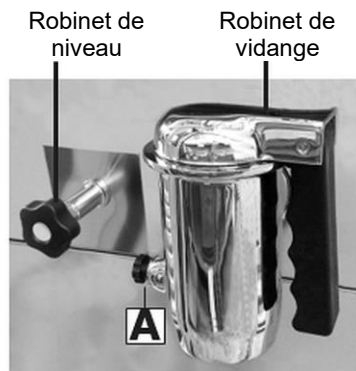
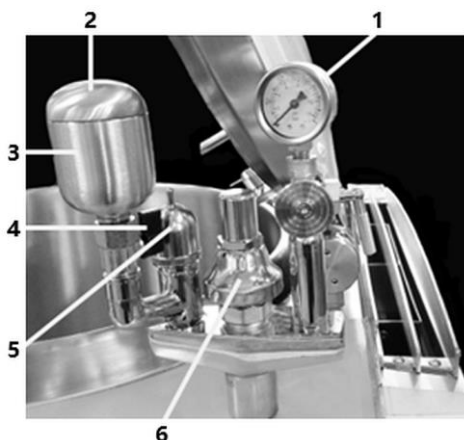

Fig. 13
Fig. 14
- Ouvrez le robinet de niveau (fig. 13) situé à l'avant de la cuve de cuisson.
- Retirez le capuchon de l'entonnoir (2, fig. 14) de l'entonnoir de remplissage (3) du corps de soupape situé en haut de la cuve de cuisson.
- Ouvrez le robinet d'arrivée d'eau (4) de l'entonnoir de remplissage (3).
- Remplissez maintenant la cavité avec de l'eau adoucie jusqu'au niveau maximal, indiqué par l'écoulement d'eau du robinet de niveau (fig. 13).
4. Fermez le robinet d'arrivée d'eau (4, fig. 14) de l'entonnoir (3) et remettez le capuchon (2) en place.
10. Videz toute l'eau de la bouilloire dans le récipient prévu à cet effet à l'aide du robinet de vidange (fig. 13).
1. Avant de mettre la marmite en marche, assurez-vous qu'il n'y a pas de pression dans la chambre de cuisson en ouvrant la soupape d'évacuation de vapeur (5, fig. 14) située sur le corps de la soupape en haut de l'appareil.
2. Avant chaque mise en marche et avant chaque cuisson, vérifiez le niveau d'eau dans la cavité à l'aide du robinet de niveau correspondant (fig. 13).
3. Ouvrez le robinet de vidange (fig. 13) situé à l'avant de l'appareil.
4. Videz toute l'eau du récipient de cuisson dans le récipient prévu à cet effet à l'aide du robinet de vidange (fig. 13).